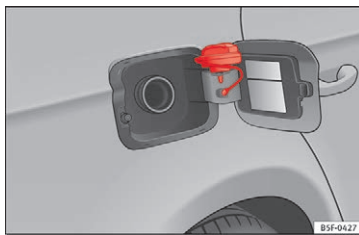

Fig. 58 Tankklap med tankdæksel
- Placer dækslet i udskæringen, der befinder sig i hængslet på den åbne tankklap » Fig. 58.